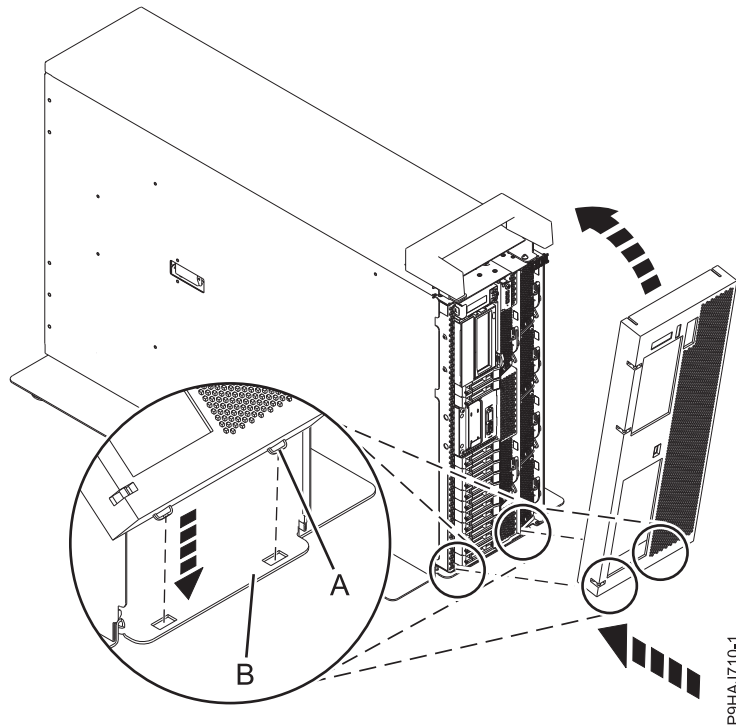

Abbildung 23. Vordere Abdeckung und Klappe installieren
2. Richten Sie die Abdeckung aus, bis die beiden Abdeckungszipfen (A) in den Steckplätzen auf der Grundplatte (B) sitzen (siehe Abb. 23 auf Seite 41).